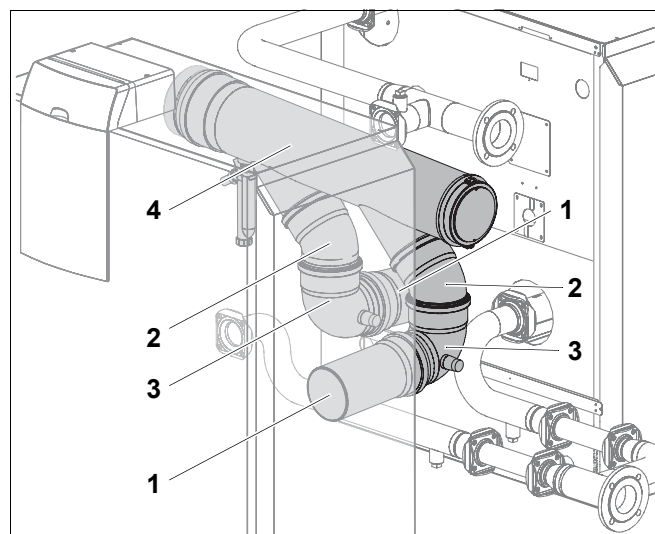

Рис. 7 Монтаж дымовой трубы на установке с двумя котлами 180, 240 или 320 кВт
- Смажьте трубы (рис. 7, **поз. 1**) в местах соединений антифрикционной смазкой и вставьте их в предназначенные для них места на обоих котлах.
Если на трубопроводах отопительных котлов установлены запорные вентили, то трубу (рис. 7, **поз. 1**) на обоих котлах нужно удлинить на величину монтажного размера запорного вентиля. Дополнительные трубы поставляются вместе с запорными вентилями.
- Нанесите смазку на отводы 87° (рис. 7, **поз. 3**) в местах соединений и установите их на трубы (рис. 7, **поз. 1**) (муфтой вверх).
Если коллектор дымовых газов должен находиться выше трубопроводов воды, то на отвод 87° (рис. 7, **поз. 3**) можно установить удлинительный элемент (труба 1 м, не входит в поставку). Монтаж проходит так же, как на котлах мощностью 400 - 560 кВт (см. раздел 3.2).
- Нанесите смазку на отводы 45° (рис. 7, **поз. 2**) в местах соединений и наденьте их на два нижних патрубка коллектора дымовых газов (рис. 7, **поз. 4**).
- Наденьте отводы 45° (рис. 7, **поз. 2**) коллектора (рис. 7, **поз. 4**) на установленные ранее отводы 87° (рис. 7, **поз. 3**).
Если на трубопроводах отопительных котлов установлены запорные вентили, то трубу (рис. 7, поз. 4) на обоих котлах нужно удлинить на величину монтажного размера запорного вентиля. Дополнительные трубы поставляются вместе с запорными вентилями.